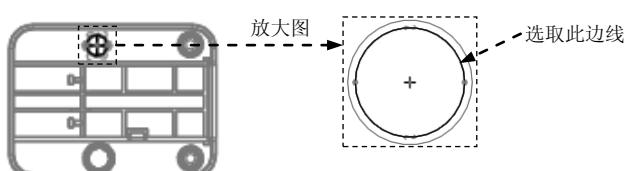

图 20.13 截面草图
(3) 创建截面草图。进入草绘环境后，选择坯料的边线为参考，用“使用边”命令选取图 20.13 所示的边线。完成特征截面后，单击“草绘”操控板中的“确定”按钮 。
(4) 在操控板中单击“完成”按钮 ，完成曲面特征的创建。